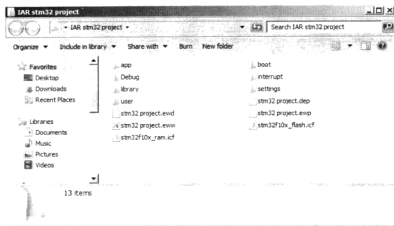

图 6.1.11 工程目录更新情况 2
e) 单击 OK, 完成整个 IAR EWARM 的软件设置, 此时单击 Save All 按钮, 弹出保存界面, 要求选择保存路径和工程名。选择保存路径为“IAR stm32 project\”, 仍命名为 stm32 project, 并单击 OK 确认保存。此时 IAR stm32 project 内容更新如图 6.1.11 所示。
⑦ 在 main.c 文件中加入以下代码并保存: